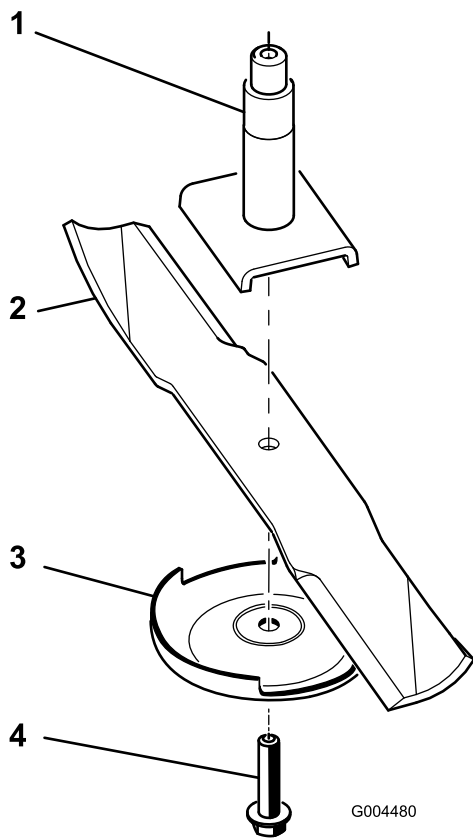

図 77
注 ブレードが水平に停止すればバランスがとれているからそのまま使用してよい。もし傾くようなら、重い方の裏面を少し削って調整する 図 77。バランスがとれるまで調整する。
- スピンドルシャフトにブレードを取り付ける(図 77)。
- 芝削り防止プレートとブレードボルトを取り付ける(図 77)。